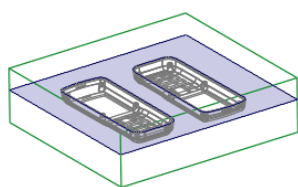

图 31.16 创建填充曲面
Step1. 创建图 31.16 所示的(填充)曲面。将坯料取消遮蔽; 单击 **分型面** 操控板 **曲面设计** 区域中的“填充”按钮 , 此时系统弹出“填充”操控板; 右击, 从弹出的菜单中选择